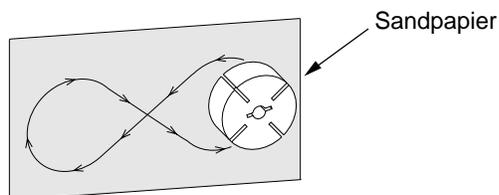

Abbildung 25 - Abschmirlen des Rotors
14. Feines Sandpapier (600 Körnung) auf einer flachen Oberfläche auflegen. Den Rotor viermal leicht mit einer "8er-Bewegung" abschmirlen (siehe Abb. 25).